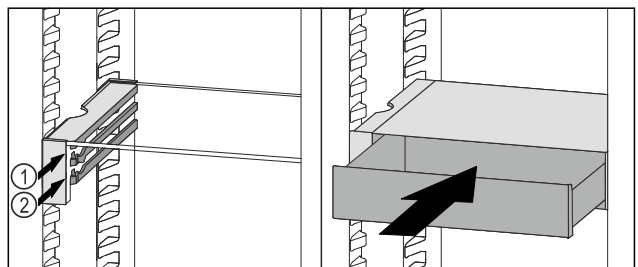

Fig. 138
- VarioSafe-Schubfach hinter den Stoppern auf gewünschter Rippe Fig. 138 (1) oder Fig. 138 (2) aufsetzen.